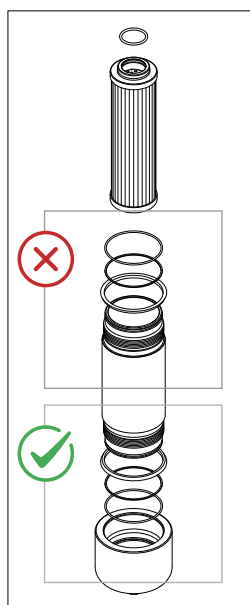

fig. 28
- (Fig. 28) Alloggiare 1°: la guarnizione del coperchio contenitore, 2°: l'anello antiestrusione e 3°: l'O-ring nella gola del contenitore, inserire l'O-ring nel cerchietto dell'elemento filtrante